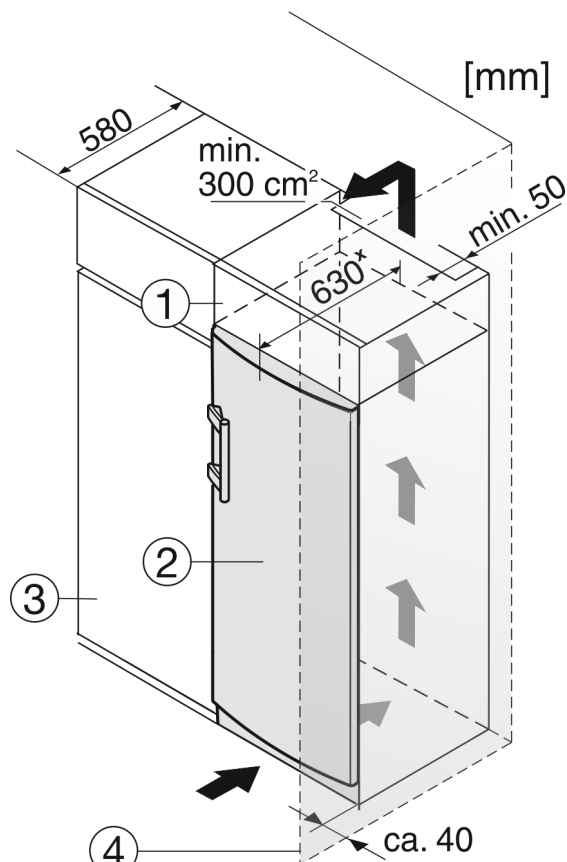

Fig. 11
Устройство может быть окружено предметами кухонной обстановки. Чтобы уравнивать устройство *Fig. 11 (2)* по высоте с кухонной стенкой, можно установить над устройством соответствующий дополнительный шкафчик *Fig. 11 (1)*.
При комбинировании с кухонными шкафами (глубина макс. 580 мм) устройство можно установить непосредственно рядом с кухонным шкафом *Fig. 11 (3)*. Устройство выступает сбоку на 34 мм* и по центру на 50 мм* относительно передней стенки кухонного шкафа.
Если устройство установлено на шарнирах у стены *Fig. 11 (4)*, то расстояние между устройством и стеной должно быть не менее 40 мм. Настолько выступает ручка при открытой двери.